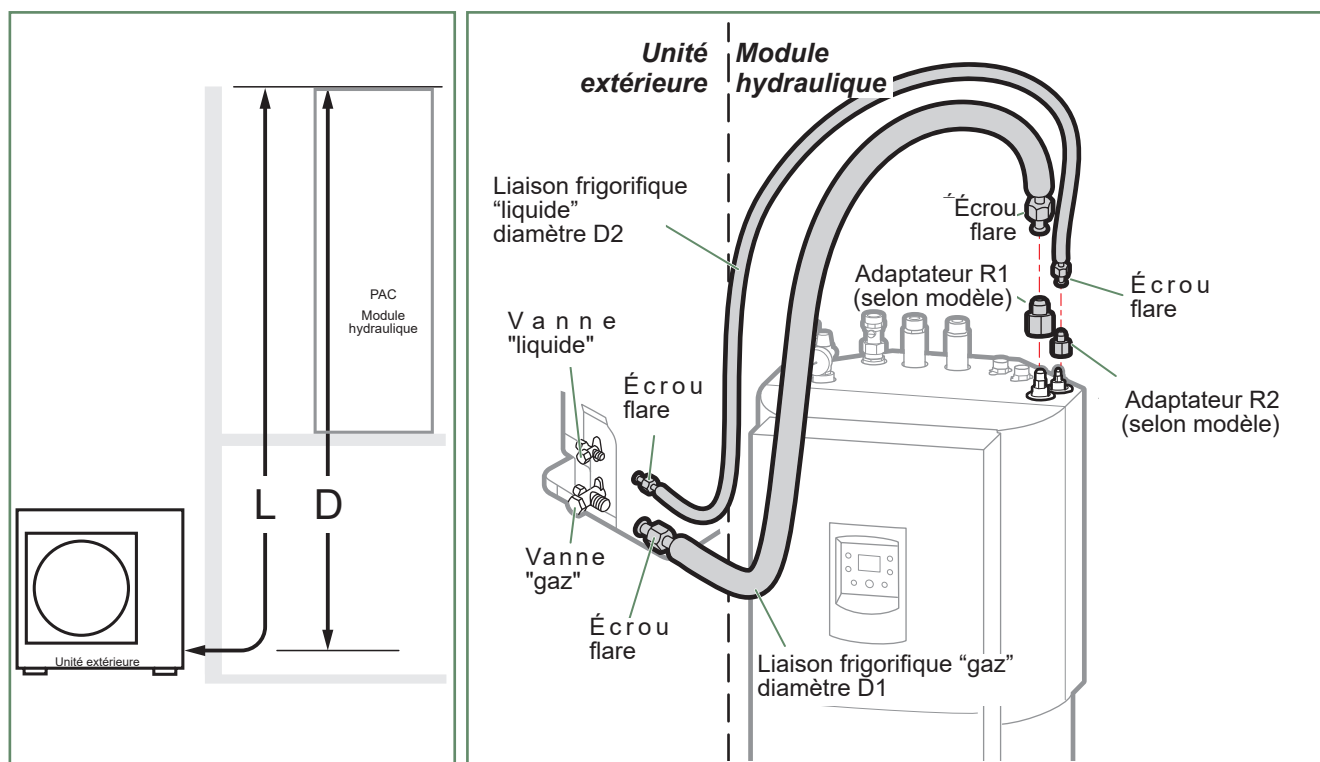

fig. 24 - Raccordement des liaisons frigorifiques (diamètres et longueurs permises)
- Suivant le cas, raccorder un adaptateur (réduction) 3/8" - 1/4" ou 5/8" - 1/2" (voir fig. 24).